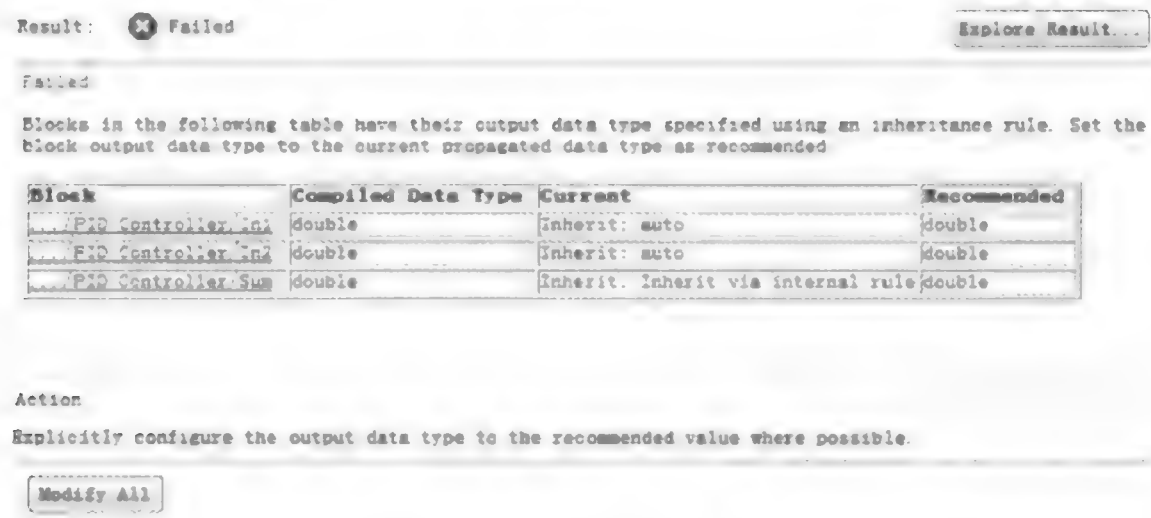

图 9.6.10 取消输出数据类型的继承设置任务页面
(4) 执行到 2.2 项 Remove output data type inheritance 时出错,提示有若干模块的输出数据类型为继承,如图 9.6.10 所示。用户可单击 Modify All 按钮自动修改。